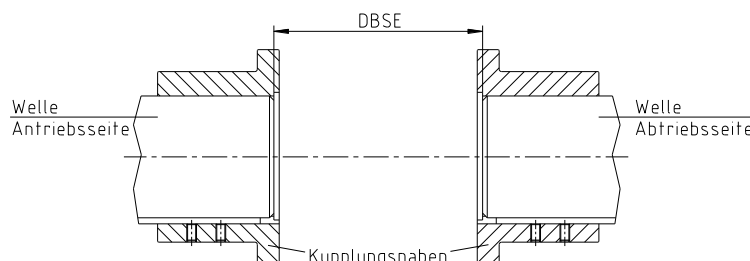

Bild 7: Montage der Kupplungsnapen
- Die Innenseiten der Kupplungsnapen müssen bündig mit den Stirnseiten der Wellen abschließen (siehe Bild 7).